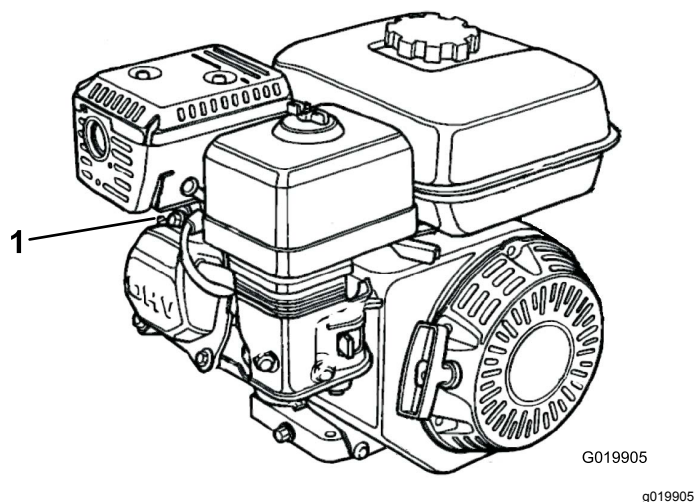

Figura 32
1. Desligue o fio da vela da ignição da vela da ignição (Figura 32).